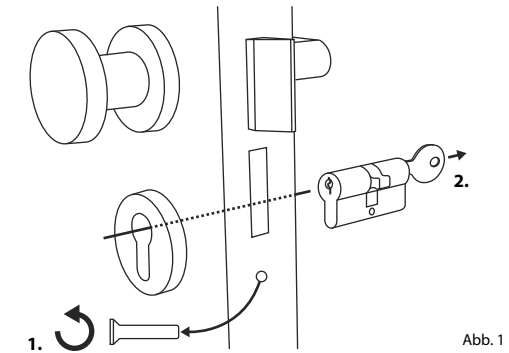

Abb. 1
① Entfernen Sie den vorhandenen Türschloss-Zylinder, indem Sie die Stulpschraube in der Tür lösen und den Zylinder mit eingestecktem Schlüssel herausziehen (Abb. 1).